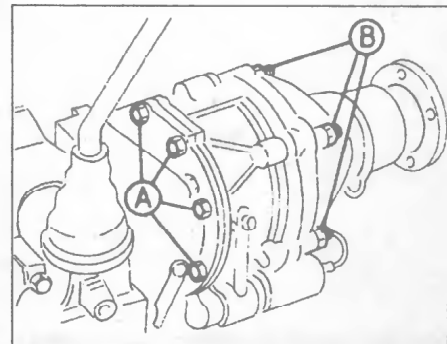

Рис.13.13. Крепежные элементы узла ускоряющей передачи:
13. Отвинтите восемь гаек, крепящих узел ускоряющей передачи к промежуточному фланцу коробки передач (см. рис.13.13).